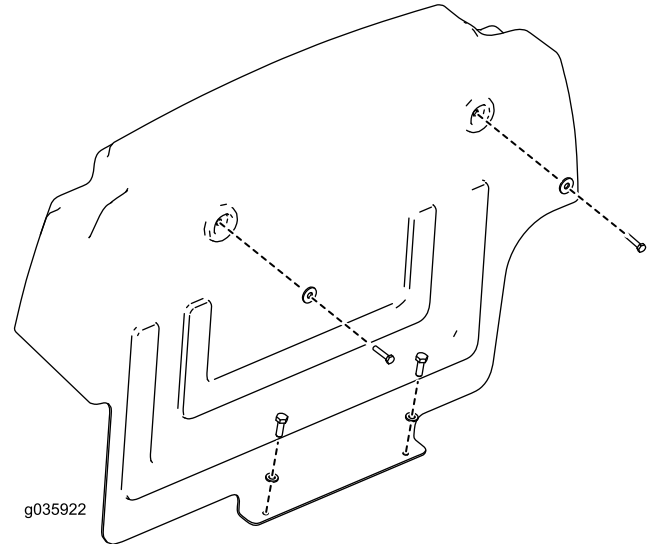

Bild 1
6. Entfernen Sie die vier Schrauben und Scheiben, um den Schott hinter dem Fahrersitz zu entfernen (Bild 1). Bewahren Sie die Scheiben und die zwei Schrauben auf.